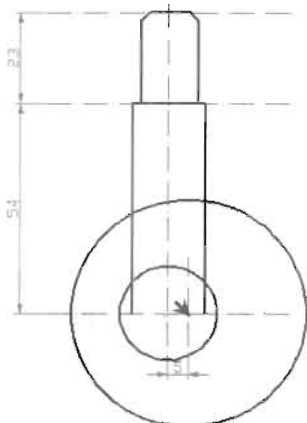

图 6-40
(2) 按空格键继续执行 circle 命令, 以第二条垂直辅助线与第一条水平辅助线的交点为圆心绘制一个半径为 29 的圆, 如图 6-40 所示。